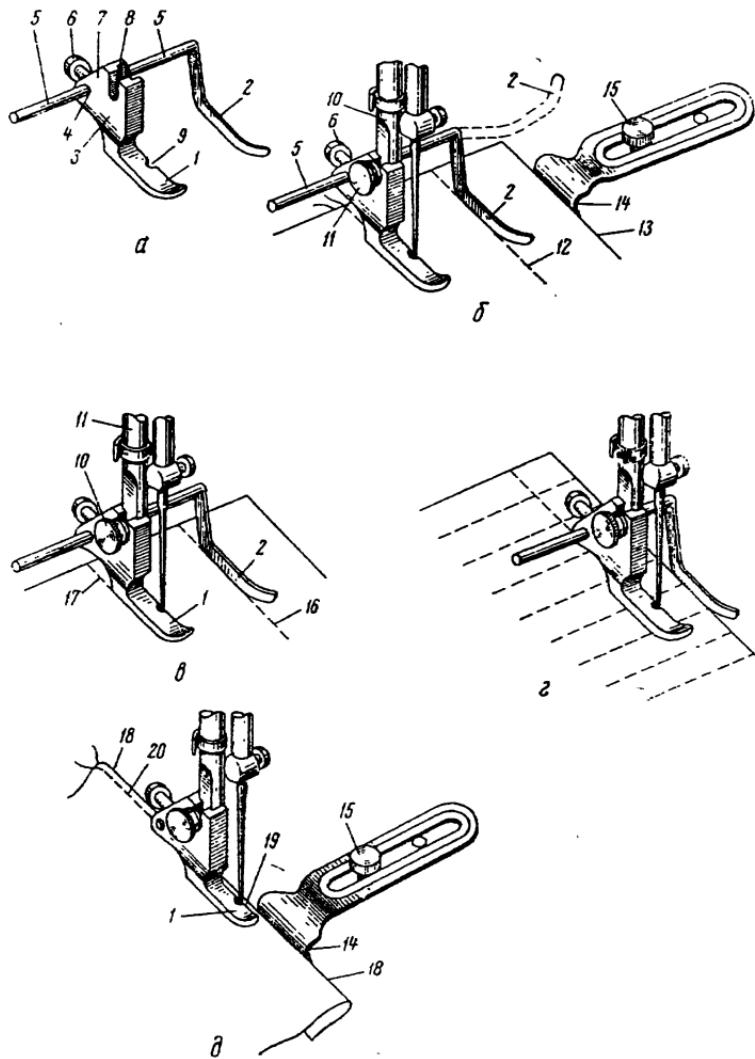

Рис. 11. Выполнение строчек с линейкой-направителем:
*У некоторых бортовых лапок винт находится с противоположной стороны (см. рис. 11)
Лапка с направителем (рис. 11, а) состоит из лапки 1 и приспособления к ней — линейки-направителя 2. Лапка имеет стойку 3. В приливе стойки сделано отверстие 4 для прохода через него рычага 5 от линейки-направителя 2; винт 6 проходит через прилив 7 стойки и при затяжке его рычаг 5 становится неподвижным. При ослаблении винта 6 рычаг 5 можно передвигать вправо и влево, т. е. вдоль
Намечать линии на ткани, по которым должны пройти строчки, не требуется: лапка с направителем сама обеспечивает параллельность строчек и равные расстояния между ними. Достаточно лишь наметить точку, от которой должна начаться первая линия, и черточку, указывающую ее направление. Затем, немного ослабив винт 6, чтобы рычаг 5 мог передвигаться, прикрепляют лапку с направителем к лаподержателю 10 (рис. 11, б) винтом 11 и подкладывают ткань под лапку. Прежде чем опустить лапку на ткань, медленно вращая правой рукой маховое колесо, опускают иглу, а левой рукой направляют ткань так, чтобы игла вошла в намеченную на ткани точку начала первой строчки. После этого опускают лапку на ткань.
Если же рычаг 5 имеет недостаточную длину, чтобы линейку-направитель 2 поставить к краю 13 ткани, нужно, ослабив винт 6 и повернув линейку-направитель вверх, чтобы она не мешала, закрепить винт 6. На рис. 11, б такое положение линейки показано пунктиром.
Ткань под лапку подкладывают так, чтобы линейка-направитель 2 легла на первую строчку 16 (рис. 11, в), опускают лапку на ткань и начинают строчить. Во время шитья следят лишь за тем, чтобы линейка не сошла с первой строчки, тогда вторая строчка 17 пойдет параллельно первой на установленном расстоянии от нее. Затем, не изменяя положения линейки-направителя 2, подкладывают под нее вторую строчку 17 и т. д.
Если надо прострочить не просто параллельные строчки, а рисунок в виде клетки, то кроме продольных строчек прострачивают поперечные. Для этого поворачивают ткань на 90° и прокладывают строчки, как показано на рис. 11, г. Так, редкими стежками стегают одежду, одеяло, а средними стежками (длиной 2 мм) вышивают углы скатерти, используя шелковые нитки или мулине. Установив линейку-направитель ближе к лапке (на 1,5—2 см от нее), можно украсить мелкими клетками перед блузки или детское платье.
При помощи лапки 1 (рис. 11, д) без линейки-направителя с ограничительной линейкой 14 или без нее можно делать очень мелкие складки — зашипы. Установив ограничительную линейку 14, прикрепляют ее винтом 15 к платформе машины. Ткань перегибают по намеченной крайней линии и подкладывают с левой стороны под лапку. При опускании лапки поправляют ребро 18 перегиба ткани так, чтобы оно лишь чуть-чуть выступало из-под правой стороны 19 лапки.